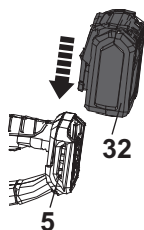

Fig. 17
1. Alignez le bloc-batterie (32) avec les fentes coulissantes du port de connexion de la batterie (5) et faites glisser le bloc-batterie pour le fixer. Assurez-vous qu'il s'enclenche bien (Fig. 17).